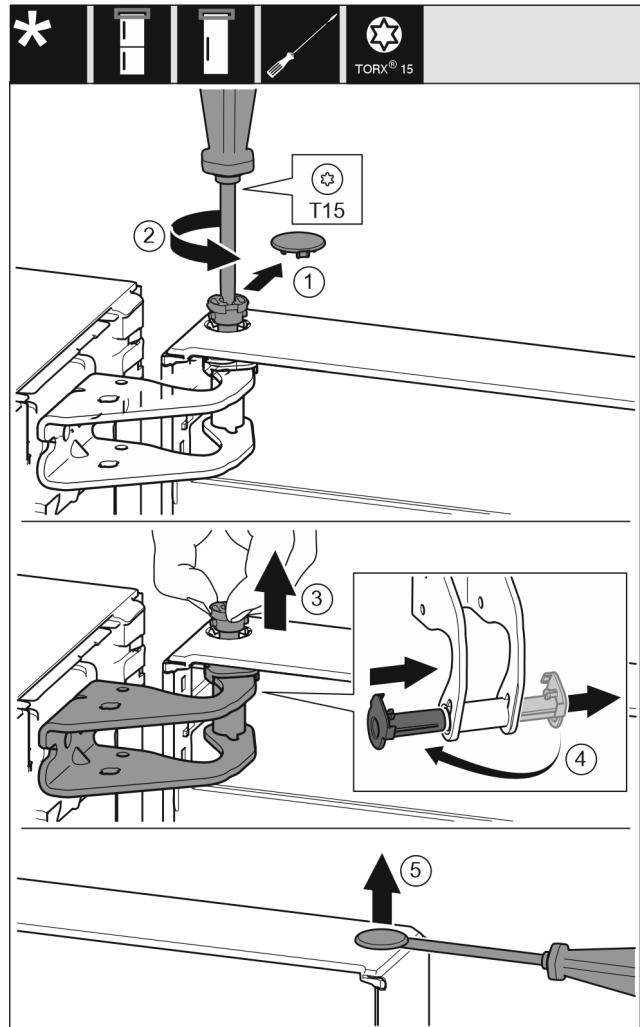

Fig. 9
- Nxirri me kujdes kapakun mbulues të siguresës. Fig. 9 (1)
- Lironi paksa bulonin me një kaçavidë T15. Fig. 9 (2)
- Mbani derën fort dhe nxirri jashtë bulonin me gisht. Fig. 9 (3)
- Nxirri jashtë nga foleja udhëzuese manikotat e kapjes. Futni në vend ato të anës tjetër dhe mbërthejini në vend. Fig. 9 (4)
- Ngrini lart me kujdes me një kaçavidë tapat nga manikotat e kapjes së derës dhe nxirri jashtë. Fig. 9 (5)